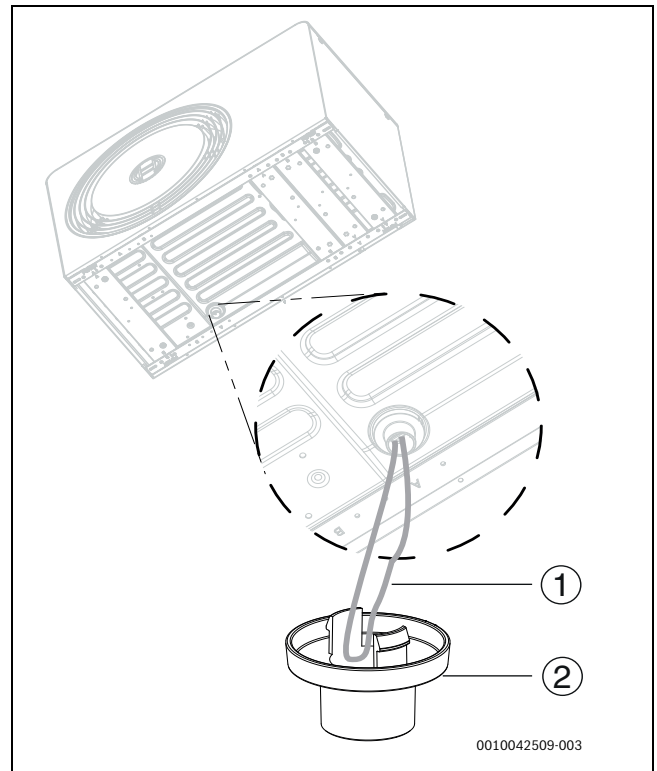

Bild 27 Installation des Ablaufstutzens
7. Kabelbündel für die Tropfschalenheizung herausziehen und durch den Ablaufstutzen schieben (→Bild 27). Ablaufstutzen an die Wärmepumpe anschließen.